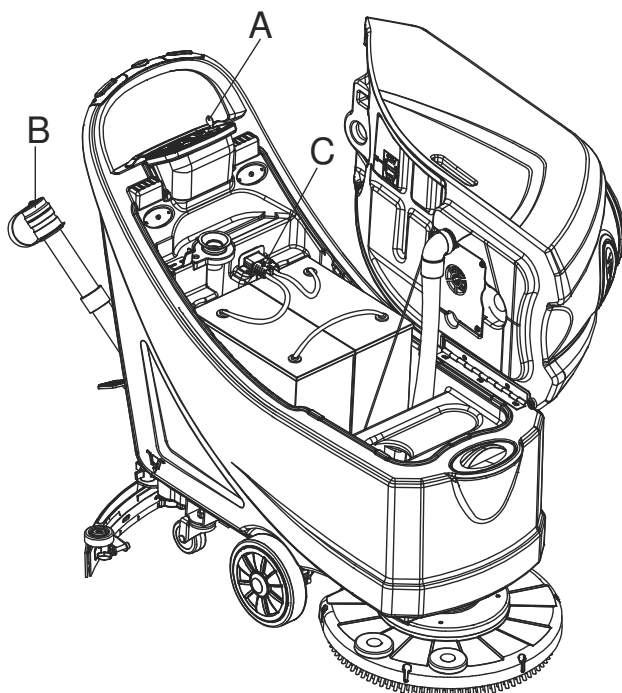

Figure 23
4. Nettoyer le couvercle du réservoir récupération (A), le réservoir de récupération (B), réservoir d'eau propre (C) et le cadre de support du filtre à flotteur (E). Vider le réservoir de récupération avec le tuyau de vidange (B, Figure 23).
2. Débrancher le câble d'alimentation (C, Fig. 23) du réseau électrique.